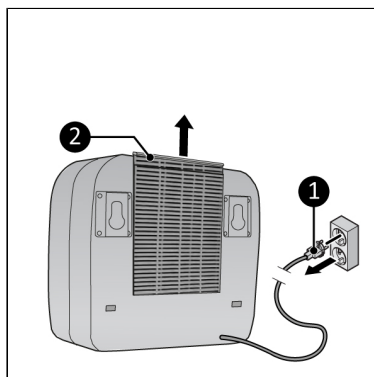

Figure 144.
- støpselet er tatt ut (Figure 144, pos. 1) av stikkontakten.
2. Trekk rammen opp (Figure 144, pos. 2) og fjern filteret.